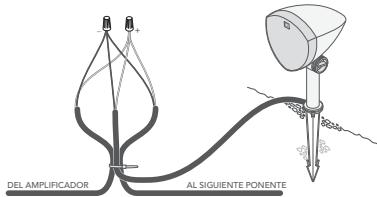

Figura 10
- Corte los dos cables correctos para el altavoz izquierdo o derecho (consulte las tablas a continuación) y pele 3/4 pulgadas de aislamiento en los extremos expuestos de los cables de entierro; a continuación, pele 3/4 pulgadas de aislamiento de los extremos del cable flexible del altavoz correspondiente (ver figura 10).
- Cree un bucle de aproximadamente 10 pulgadas y utilice una brida de alambre para sujetar el bucle de alambre y el cable flexible del altavoz para proporcionar alivio de tensión (ver figura 10).